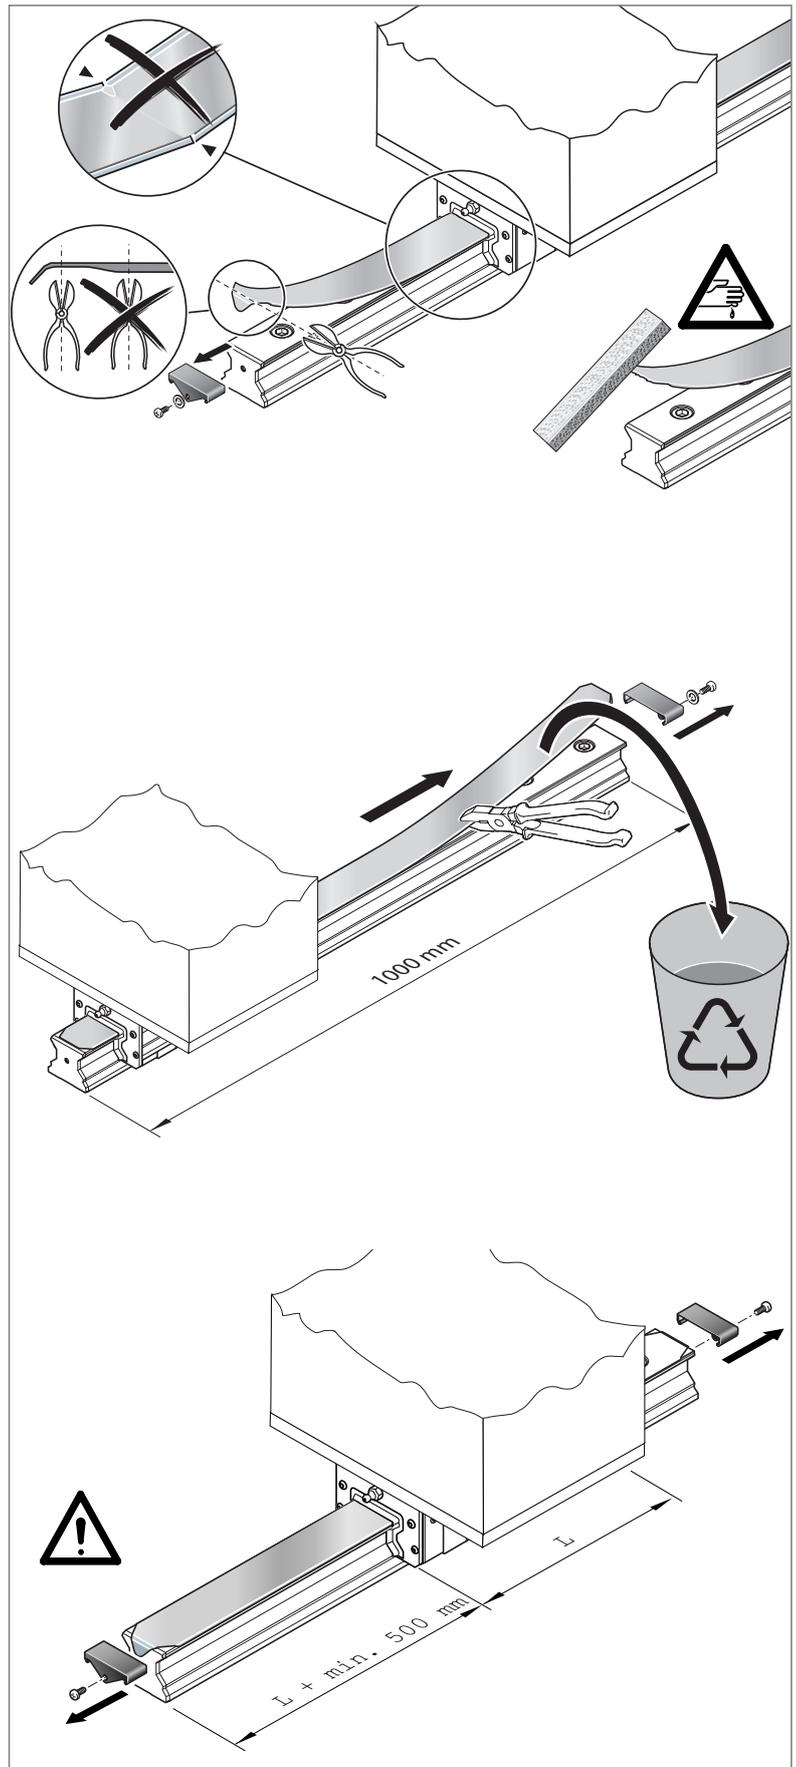

Fig. 41: Demontage Abdeckband mit Festsitz
- ▶ Bandzunge abschneiden.  Fig. 41